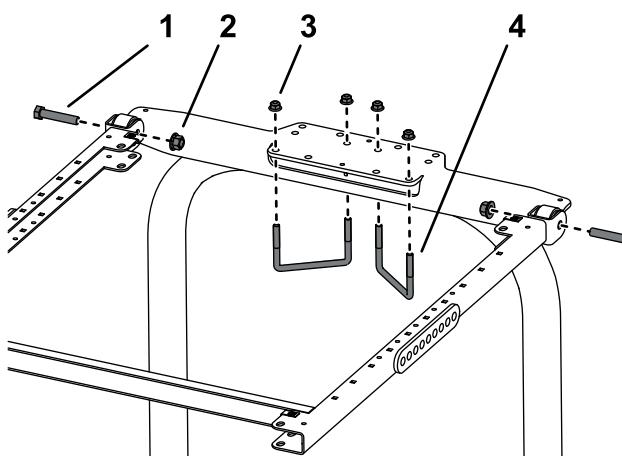

Рисунок 10
8. Установите монтажный кронштейн ROPS на верхнюю часть защитной дуги опрыскивателя травяного покрова (Рисунок 10).
9. Установите раму в сборе на монтажный кронштейн ROPS (Рисунок 10)